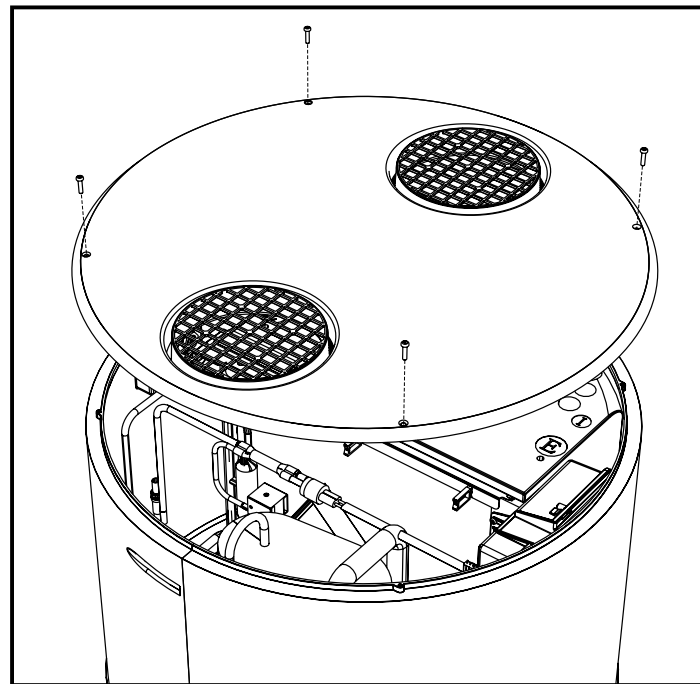

fig. 29- Borttagning av övre kåpa
- Ta bort den övre kåpan genom att först lossa låsskruvarna (fig. 29).